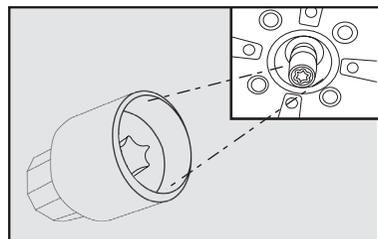

fig. 16
- Algumas versões dispõem de dispositivo antifurto para a roda sobresalente. Retirar da bolsa ou suporte de ferramentas, conforme a versão, a chave soquete **fig. 16**, que destrava o mecanismo antifurto.
O destravamento do estepe deve ser realizado encaixando a extremidade do soquete **fig. 16** no mecanismo de retenção da roda e a outra extremidade na chave de roda fornecida com o veículo, para posteriormente girar todo o conjunto em sentido anti-horário.